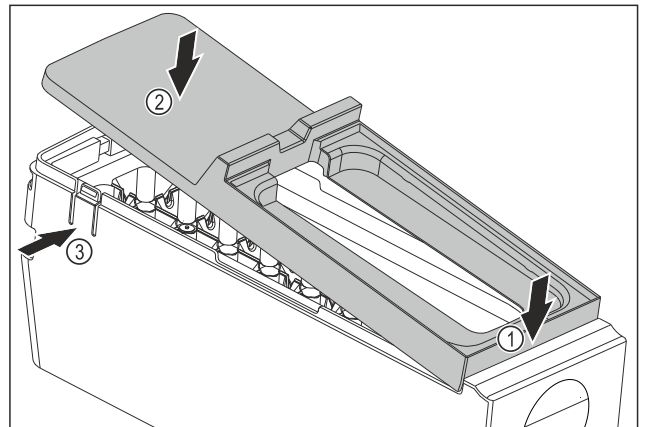

Fig. 115
- ▶ Монтаж на капака на корпуса на EasyTwist-Ice: Поставете капака отпред Fig. 115 (1)
- ▶ Спуснете капака отзад Fig. 115 (2)
- ▷ Капакът се фиксира с щракване в двете езичета Fig. 115 (3).